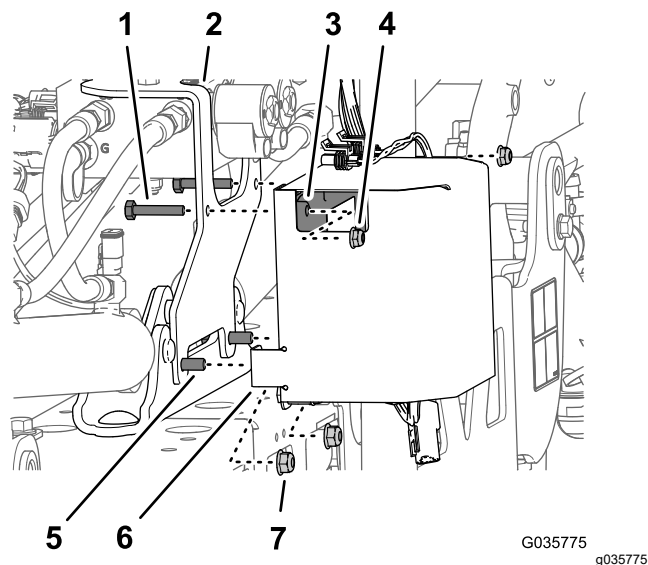

Рисунок 30
3. Выверните 2 фланцевые контргайки ($\frac{5}{16}$ дюйма), которые крепят монтажный кронштейн доводочного комплекта стрелы с ультразвуковым выравниванием, от крепления цилиндра (Рисунок 30).
4. Установите крышку контроллера (Рисунок 30) на болты с фланцевыми головками ($\frac{5}{16}$ x 1 дюйм) в нижних передних отверстиях крышки и прикрепите, не затягивая, крышку, кронштейн и крепление с помощью 2 фланцевых контргаек ($\frac{5}{16}$ дюйма), снятых при выполнении пункта 3.
5. Вставьте 2 болта ($\frac{1}{4}$ x $1\frac{3}{8}$ дюйма) через верхние отверстия в монтажном кронштейне (доводочный комплект стрелы с ультразвуковым выравниванием), задний фланец (крышка контроллера) и контроллер (Рисунок 30), закрепив 2 фланцевыми контргайками ($\frac{1}{4}$ дюйма).